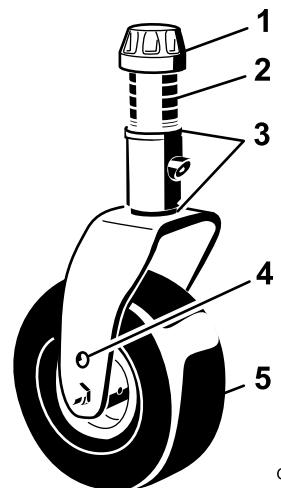
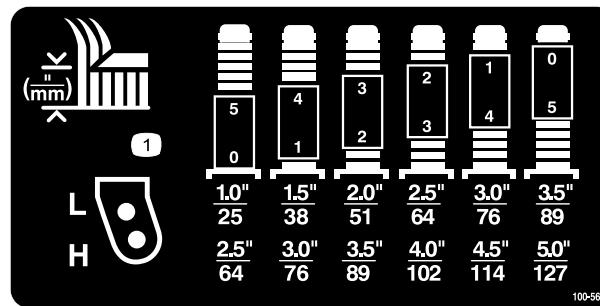
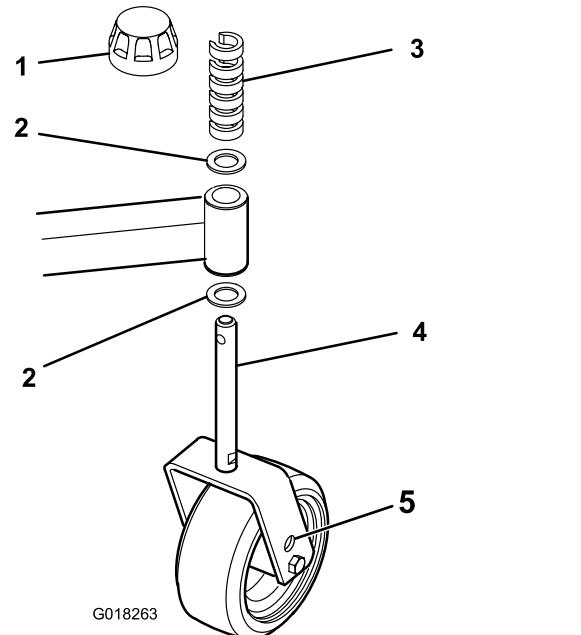

Bild 8
Bild 9
Bild 10
2. Stecken Sie die Laufradachsen in allen Laufradgabeln in die gleichen Löcher. Ermitteln Sie die richtigen Löcher für die Einstellung mit **Bild 8**, **Bild 9** und **Bild 10**.
1. Entfernen Sie die Spannkappe von der Spindelwelle (Bild 8) und ziehen die Spindel aus dem Laufradarm heraus.
Ermitteln Sie die Kombination der Distanzstücke für die Einstellung mit Bild 9.
1. Nehmen Sie die Spannkappe von der Spindelwelle ab (Bild 10).